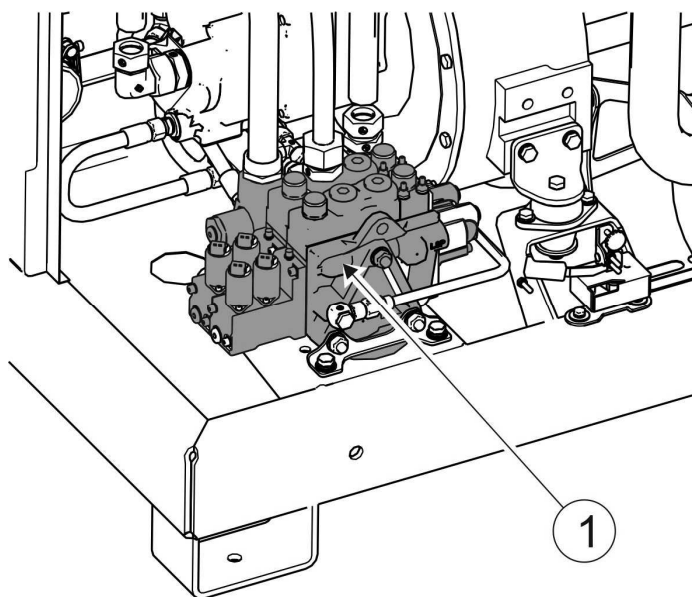

РИСУНОК 5.4 Электрогидравлический распределитель.
Электрогидравлический распределитель (1) (РИСУНОК 5.4) служит для управления быстрыми гидравлическими разъемами питания подсоединенной машины. Управление распределителями осуществляется при помощи пульта управления. Необходимо ежедневно проверять техническое состояние уплотнений распределителя.